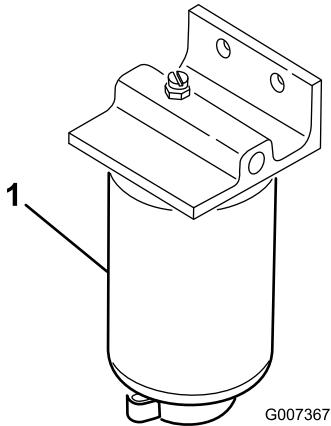

Figure 30
1. Placez un bac de vidange propre sous le filtre à carburant (Figure 30).